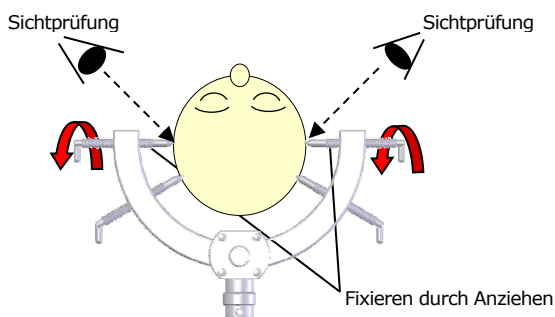

Abb.3
- Schließlich die vorläufig fixierten Schäeldorne um eine Viertel- oder halbe Drehung anziehen, um sie weiter zu spannen (Abbildung 3). Ein übermäßiges Anziehen des Schäeldorns kann zu Rissen, Eindrücken des Schädels oder Eindringen in denselben oder zu Hautverletzungen führen. Stellen Sie sicher, dass der Schäeldorn mit größter Vorsicht angezogen wird.